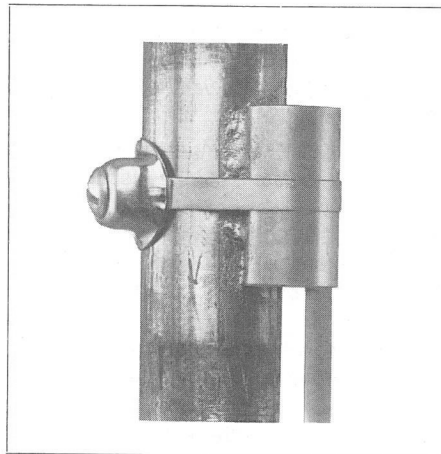

Fig. 3 Sonde de départ VFAN1
- b) sonde de départ VFAN 1 (déjà raccordée au régulateur) (Fig 3)